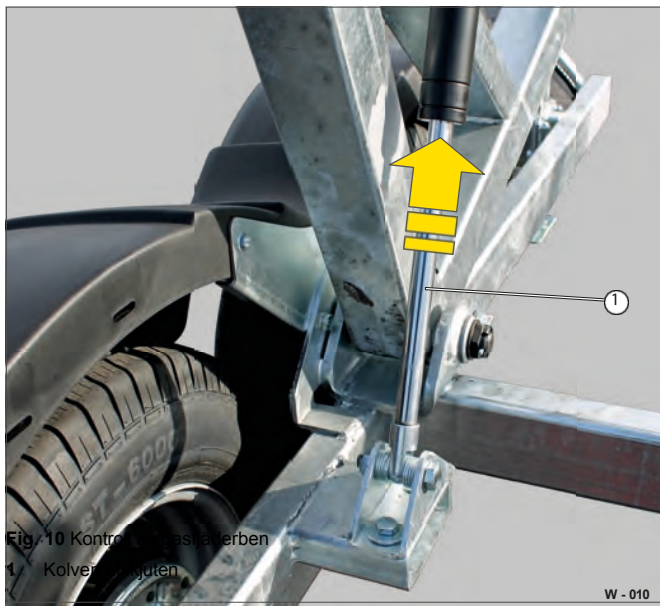

Fig. 10 Kontroll av gasfjädrarben
- Rengör kolven (bild 10/1) med en ren trasa.